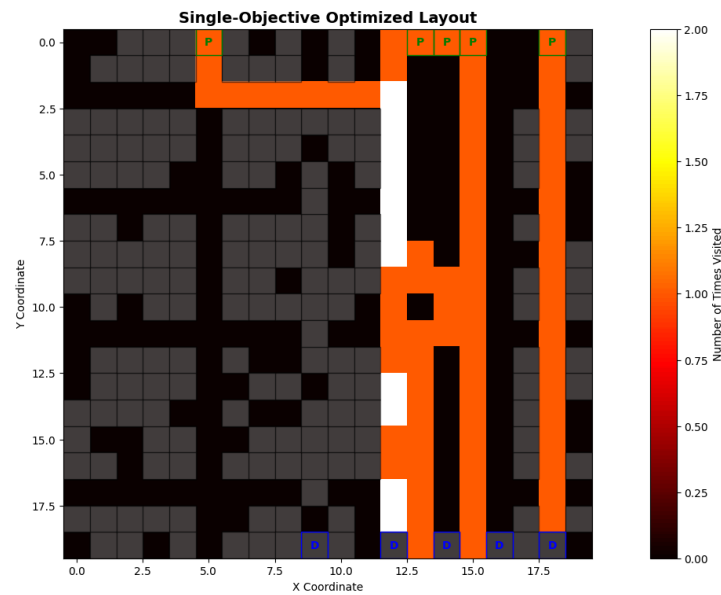

Figura 1. *Single-Objective Optimized Layout.*
- **Resultado:** La **Figura 1** es el resultado de este proceso. Muestra un layout donde el SA determinó una configuración que minimiza el costo total (distancia, congestión y energía). Las rutas (naranja/blanco) son claras y conectan eficientemente los muelles (D) y las estaciones (P).